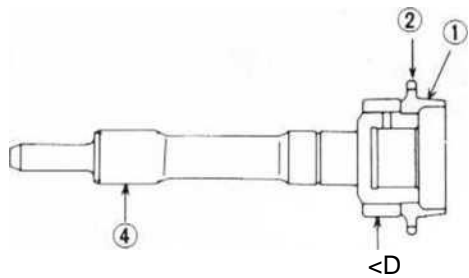

Fig. 13-34
Haciendo referencia a la Fig. 13-34, inspeccione cono ④ y el anillo dentado (2) para el desgaste y daños.